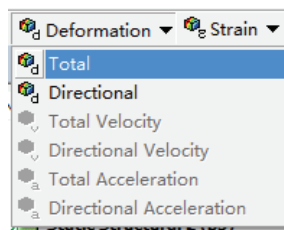

图 8-29 添加变形图
2) 选择 Solution 工具栏中的 Deformation>Total，如图 8-29 所示，此时在树结构图中会出现 Total Deformation 选项。